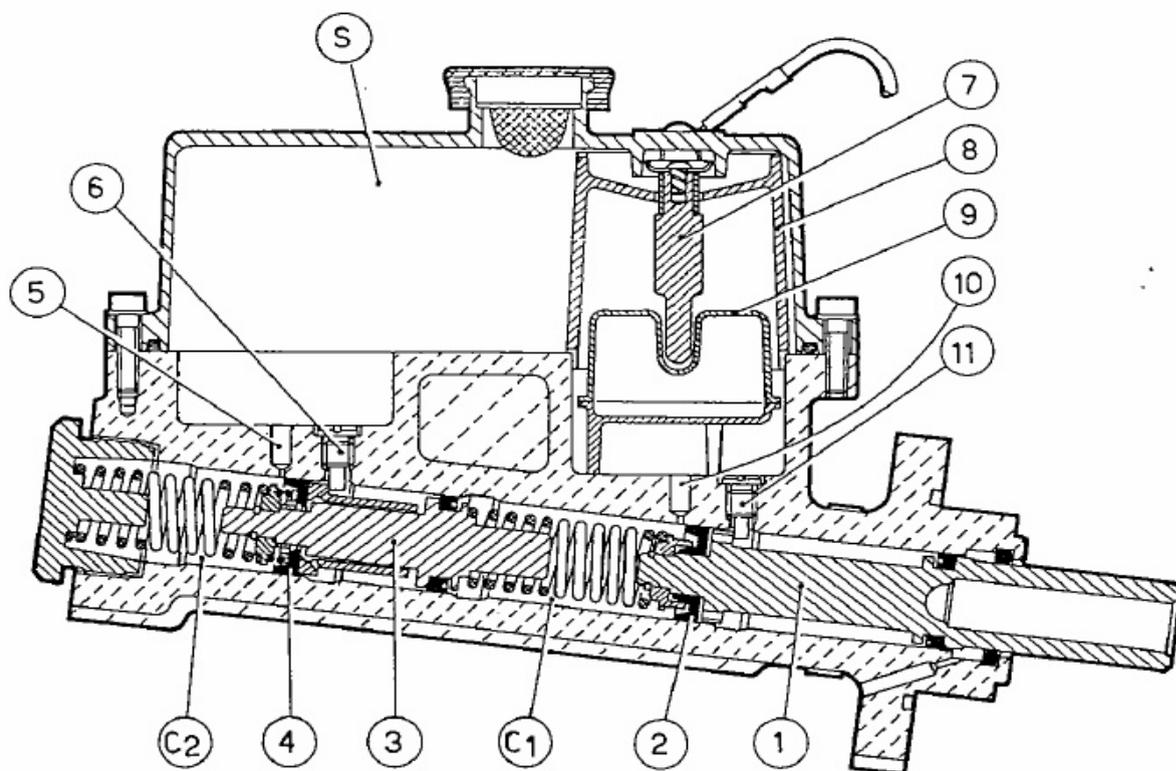

Fig. 27. - Maître-cylindre freins.
La liaison des chambres C1 et C2 au collecteur d'admission supprime la différence de pression qui agit contre les parois du support de diaphragme (8) et permet à ce dernier, poussé par le ressort de rappel (3), de retourner en même temps que la tige de poussée (15) et que les pistons (1) et (3) du maître-cylindre de la fig. 27, dans la position de repos.
Quand le maître-cylindre est au repos, comme indiqué à la fig. 27, les chambres (C1-C2) sont en communication avec le réservoir pour liquide de frein (S), placé au-dessus d'elles, par les passages (5-10).